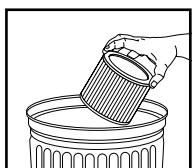

FIGURA 19
26. Para limpiar el filtro de cartucho agítelo o cepíllelo para quitar el exceso de suciedad. **FIGURA 19.**